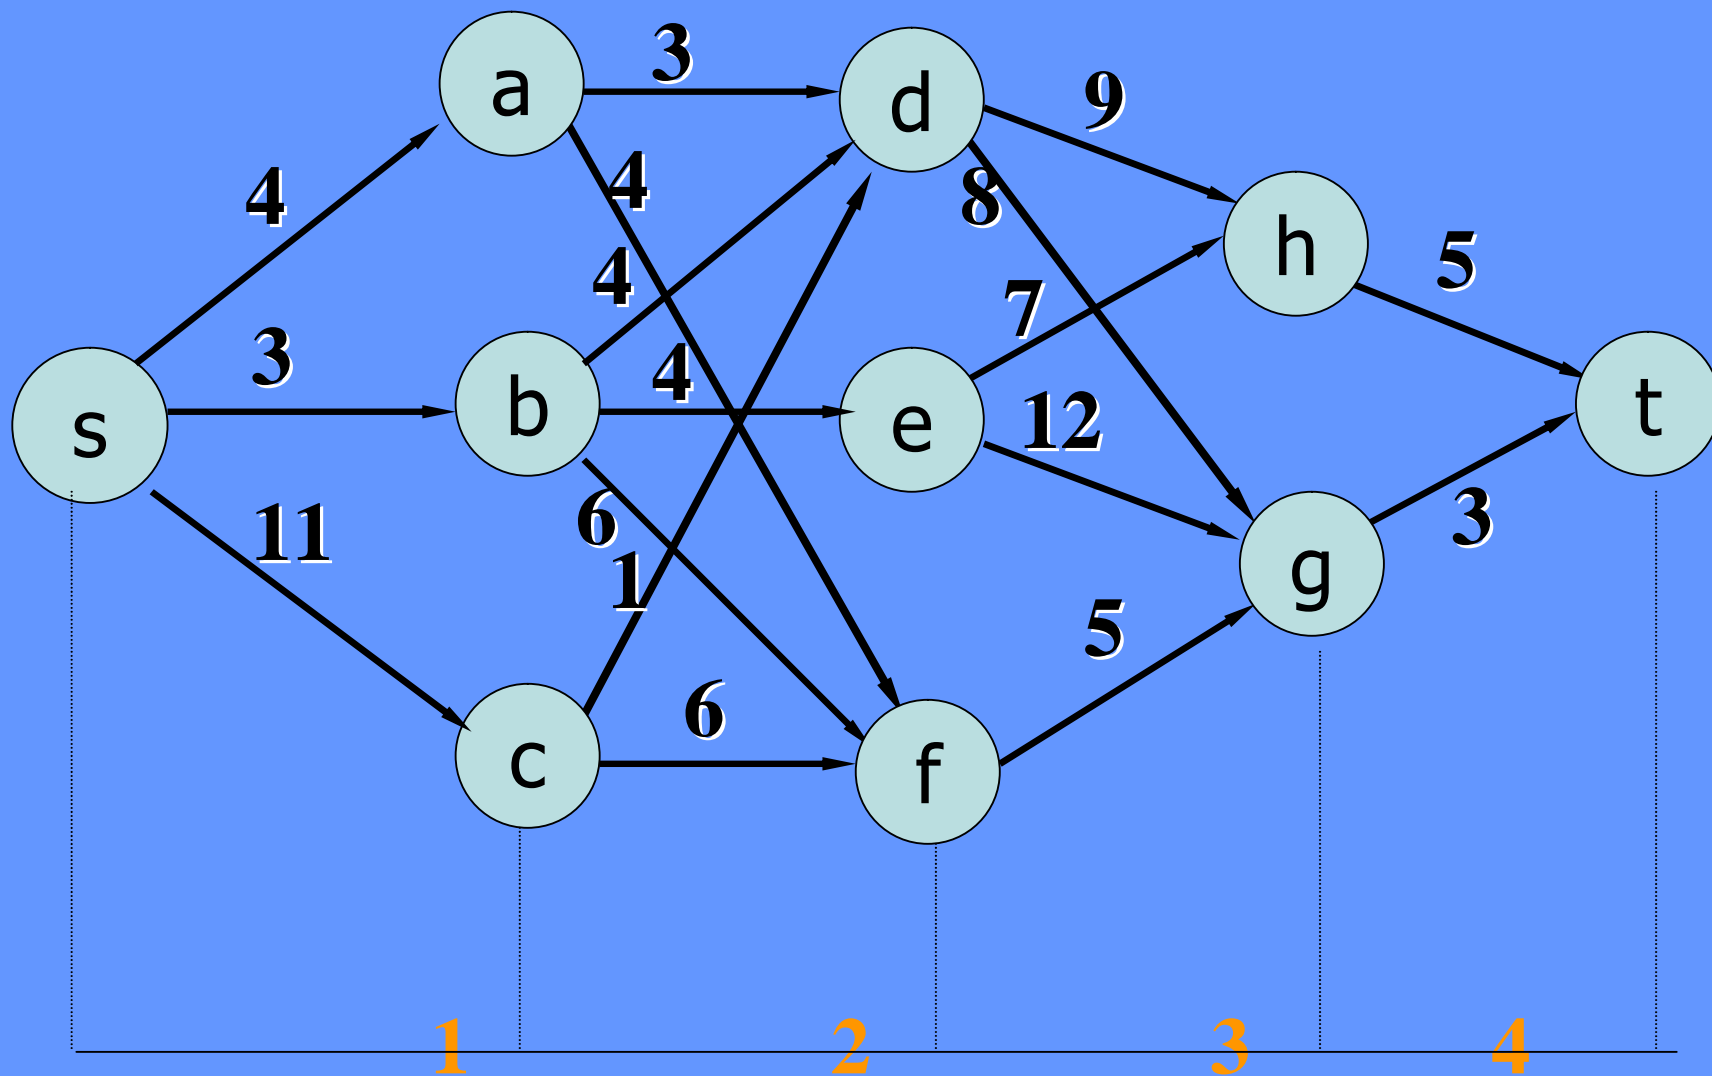

图 4-2
- 例4-6 某运输公司拟将一批货物自s地运至t地，其间交通系统网络如图4-2所示。图中节点表示地点，边表示两地间的道路，边上的数字表示两地间的运输费用，求总运输费用最低的路线。